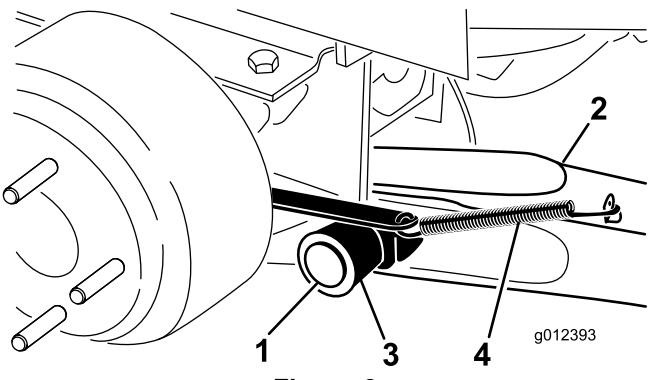

Figure 3
- Montez un bras de relevage sur le support de pivot avec un axe de pivot et une goupille fendue (Figure 3). Installez le bras de relevage avec le coude placé vers l'extérieur.
7. Accrochez le ressort de rappel de frein à la patte du bras de levage (Figure 3).